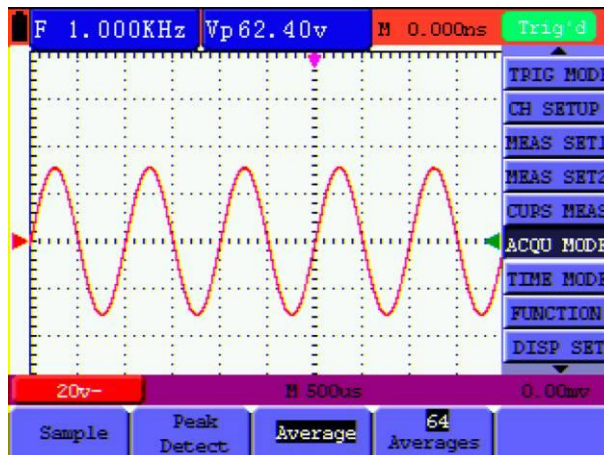

Fig. 11: Modo de muestreo del factor de media
- 3.) Pulse la tecla F3 para seleccionar "Average". Luego, pulse la tecla F4 para seleccionar el elemento "Averages 16". Esto promedia los resultados de 16 capturas y muestra el resultado medio final en pantalla, como se muestra a continuación (fig. 11).